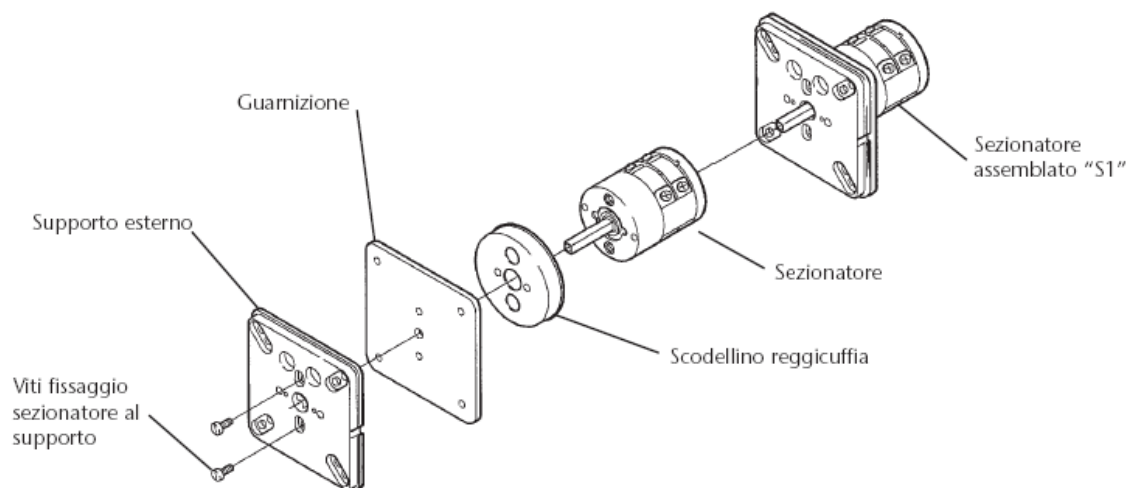

Abb. 45
1. Den Trennschalter wie in der Abbildung 45 beschrieben montieren, indem die Komponenten zusammengebaut werden.